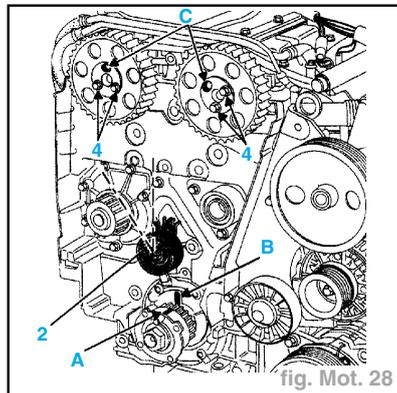

fig. Mot. 28
- A l'aide d'une clé six pans de **6 mm**, amener l'excentrique (2) en butée à gauche (courroie détendue) en maintenant la vis centrale (1).
- que les repères pignon vilebrequin (A) et pompe à huile (B) soient bien alignés (fig. Mot. 28),
- Centrer les deux lumières (C) sur les taraudages respectifs, ceci afin d'aviter que les poulies d'arbre à cames viennent en butée sur les vis (4) lors de la tension de la courroie (fig. Mot. 28).